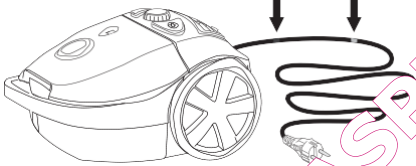

Figura 5 Marcas en el cable
- El cable lleva una marca amarilla y otra roja, véase la figura 5. Desenrolle el cable hasta alcanzar la marca amarilla.